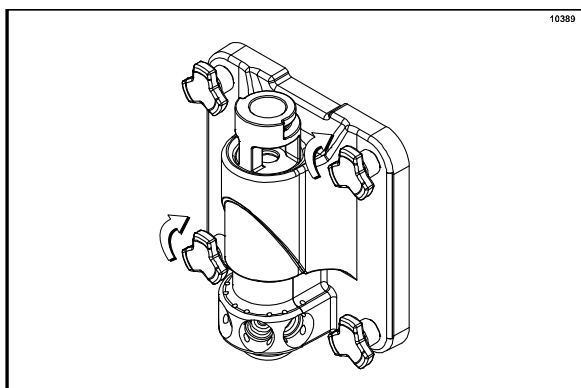

Рисунок 122
12. Установите дверь фризера для молочных коктейлей. Установите дверь фризера на четыре цапфы в передней части морозильного цилиндра. Выровняйте верхнюю часть раздаточного клапана с кронштейном подъемного приспособления клапана. Установите барашковые винты (короткие барашковые винты в нижней части двери). Ровно затяните их в шахматном порядке, чтобы обеспечить плотную посадку двери. **Запрещается чрезмерно затягивать винты.** (См. рис. 122)